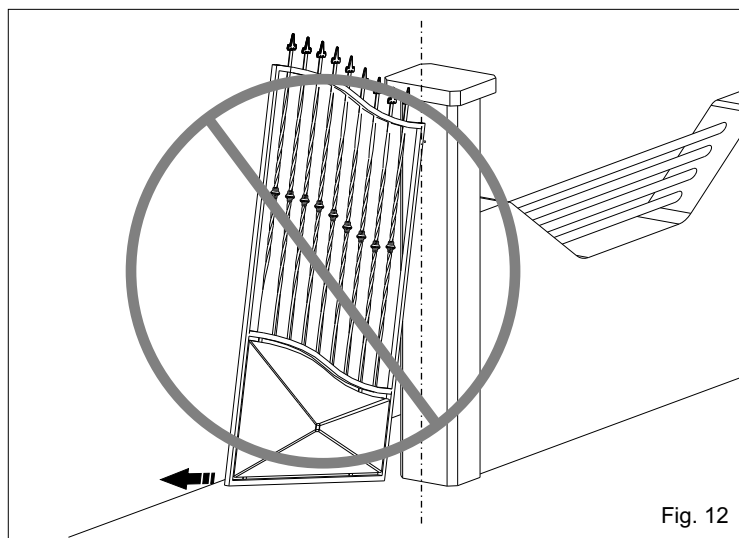
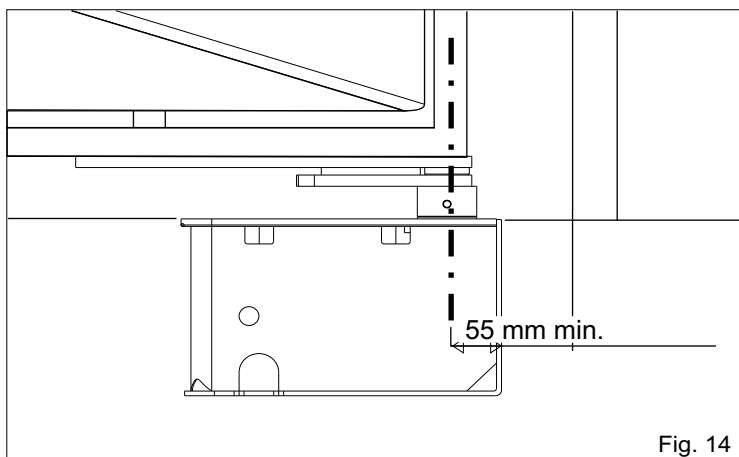

Fig. 12
Fig. 14
**3.3. Faire beaucoup d'attention de ne pas positionner le vantail au dehors des axes (Fig. 12 et 13), mais faire de manière que l'arbre coïncide avec l'axe de rotation de la charnier en tenant compte que la distance minimum de la colonne est de 55 mm (Fig. 14).**